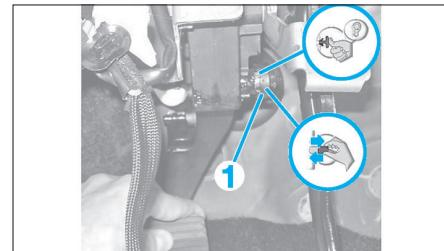

Fig. 4
- Agrafez la tige du cylindre émetteur (1) (Fig.4) puis contrôler son enclenchement en tirant dessus.